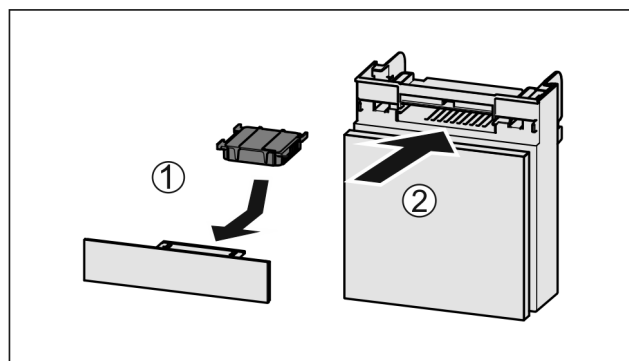

Fig. 128
- ▶ Vložte aktívny uhlíkový filter podľa obrázka Fig. 128 (1).
- ▶ Zasuňte zásuvku Fig. 128 (2).